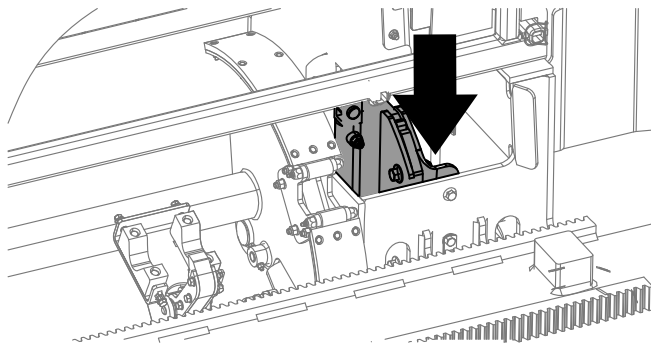

Рисунок 35
3. Удерживайте нажатой нижнюю правую кнопку на джойстике с 8 кнопками или нижнюю часть кулисного переключателя (Рисунок 34) на джойстике с 4 кнопками, пока кулачковый механизм не повернется к выбранному ряду и подъемник не опустит трубу в отверстие (Рисунок 35).